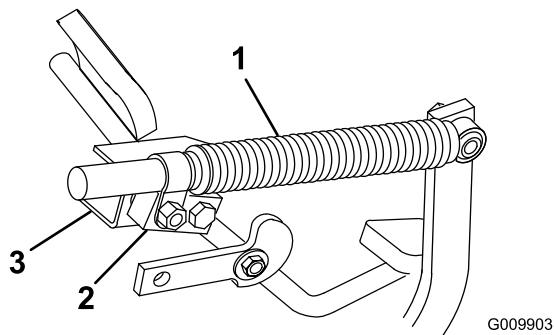

Figura 59
2. Allentata il dado di bloccaggio del perno dello smorzatore sulla staffa dello smorzatore stesso (Figura 59).